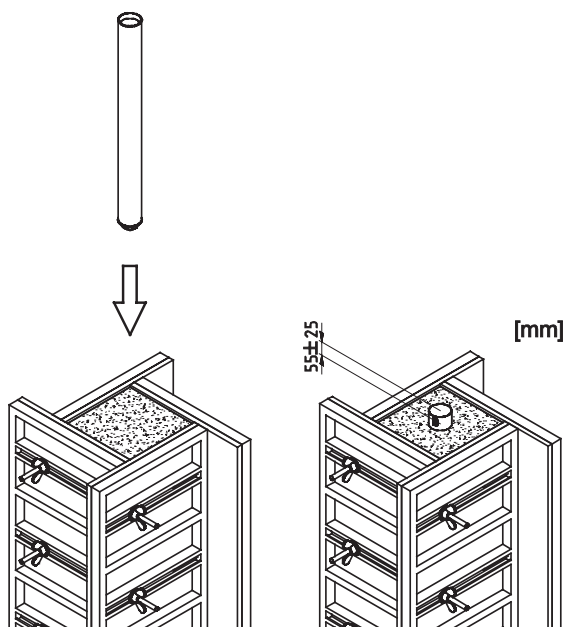

Figure 16. Positionnement du corps du socle à encastrer dans la colonne de béton
1. Après avoir coulé le béton dans le coffrage de colonne, placez un socle à encastrer en haut de la colonne avant que le béton ne prenne. Le socle doit dépasser de 30-80 mm au-dessus de la surface supérieure de la colonne. Voir Figure 16. Le socle sera utilisé comme logement pour l'ancrage SkyReach.